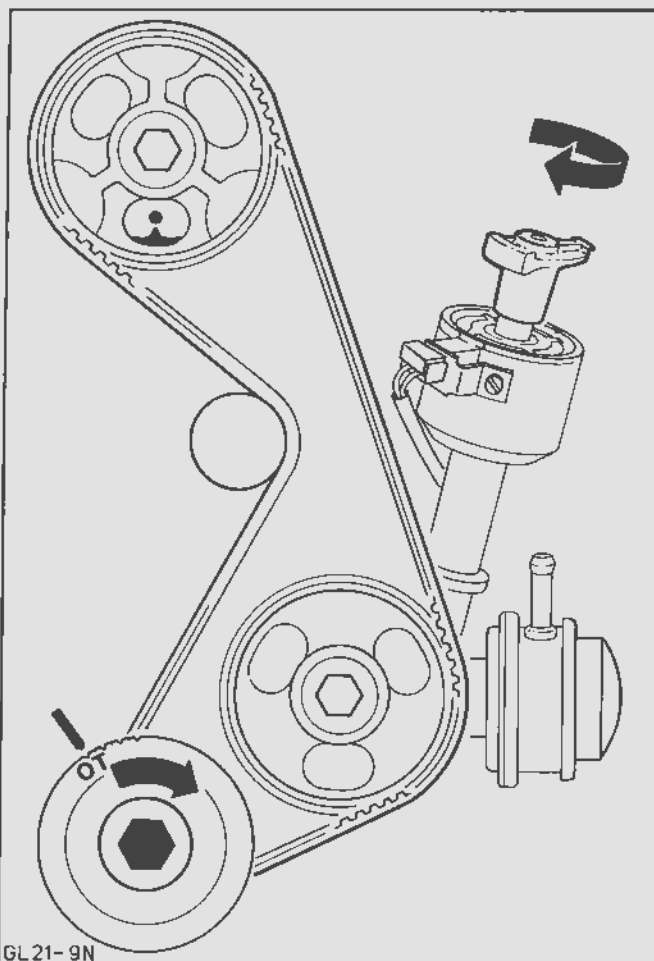

Fig.128. Motoren med 1. cylinder i øverste dødpoint i tændingsslaget
6. For at undgå beskadigelse af ventiler og stempler skal krumtapakslen drejes, indtil krumtapremskiven står med sin markering ud for øverste dødpoint mærke på fordækslet og knastaksel tandremshjulets trykskive ud for cyl. nr. 1's markering på topstykket, Fig.128.